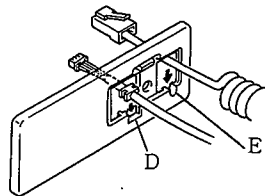

図5
7. パネルケーブルのコードブッシュを前面パネルにつけます。(図5-D)
次に、マイクケーブルを前面パネルの切り欠きに差し込みます。(図5-E)